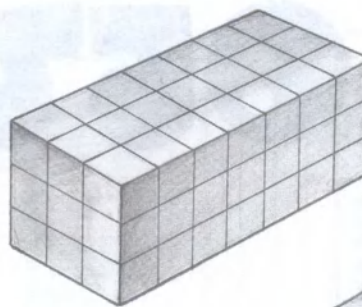

Рис. 2.
1. Используя все 12 элементов объемного пентамино, соберите параллелепипед размером 3x3x7 (рис. 2) с полостью внутри размером 1x1x3. Постарайтесь расположить эту полость так, чтобы это тело было абсолютно симметричным.